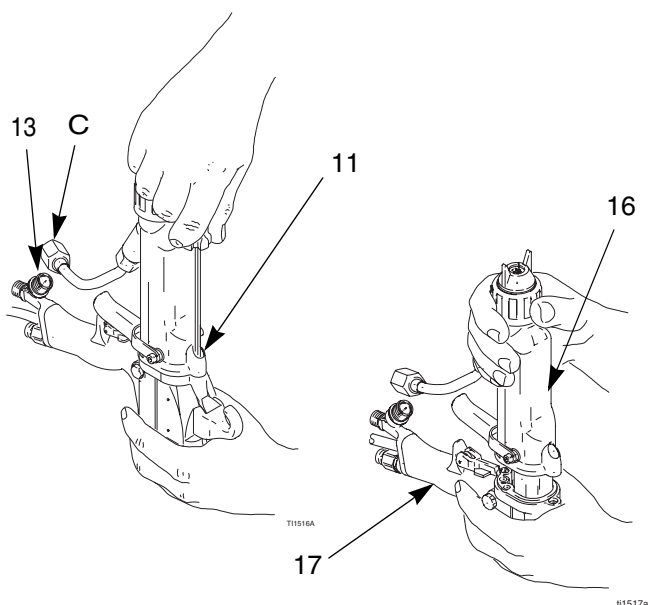

Fig. 16 Dépose du canon
2. Avec précaution, desserrer l'écrou (C) du support du raccord produit (13). Voir FIG. 16.
3. Desserrer les trois vis (11).